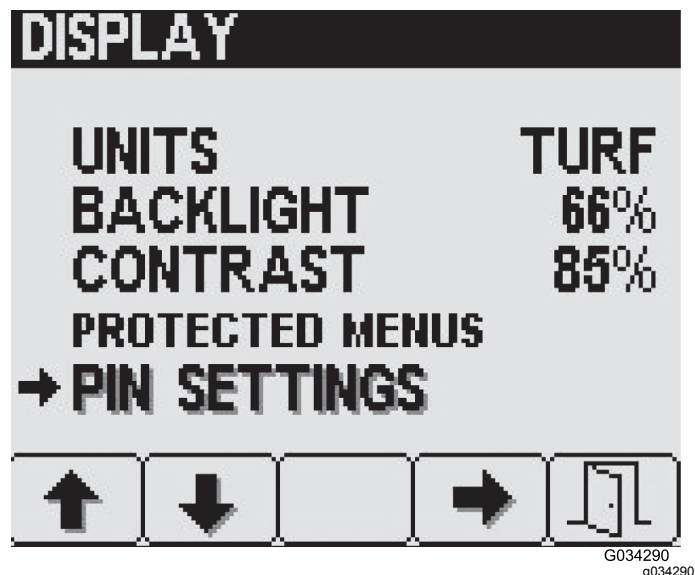

Figura 24
1. Prima o botão 2 no ecrã de definições até chegar à opção de definições do PIN e depois prima o botão 4 para seleccionar (Figura 24).